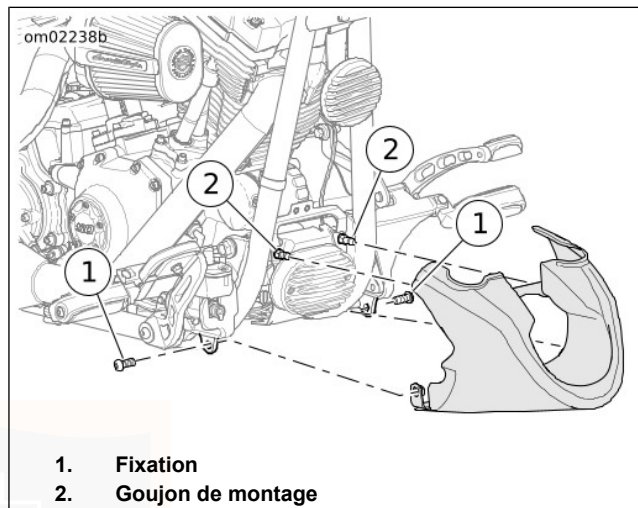

Figure 60. Becquet inférieur
1. Voir Figure 60. Retirer les deux fixations inférieures (1) du becquet inférieur.
2. Tirer le becquet inférieur vers l'avant pour le retirer des deux goujons de montage (2).
1. Voir Figure 60. Aligner les deux goujons de montage (2) sur les deux œillets en caoutchouc situés sur le becquet inférieur.
3. Installer les deux fixations (1). Serrer à un couple de 5,7–6,7 N·m (50–60 **in-lbs**).